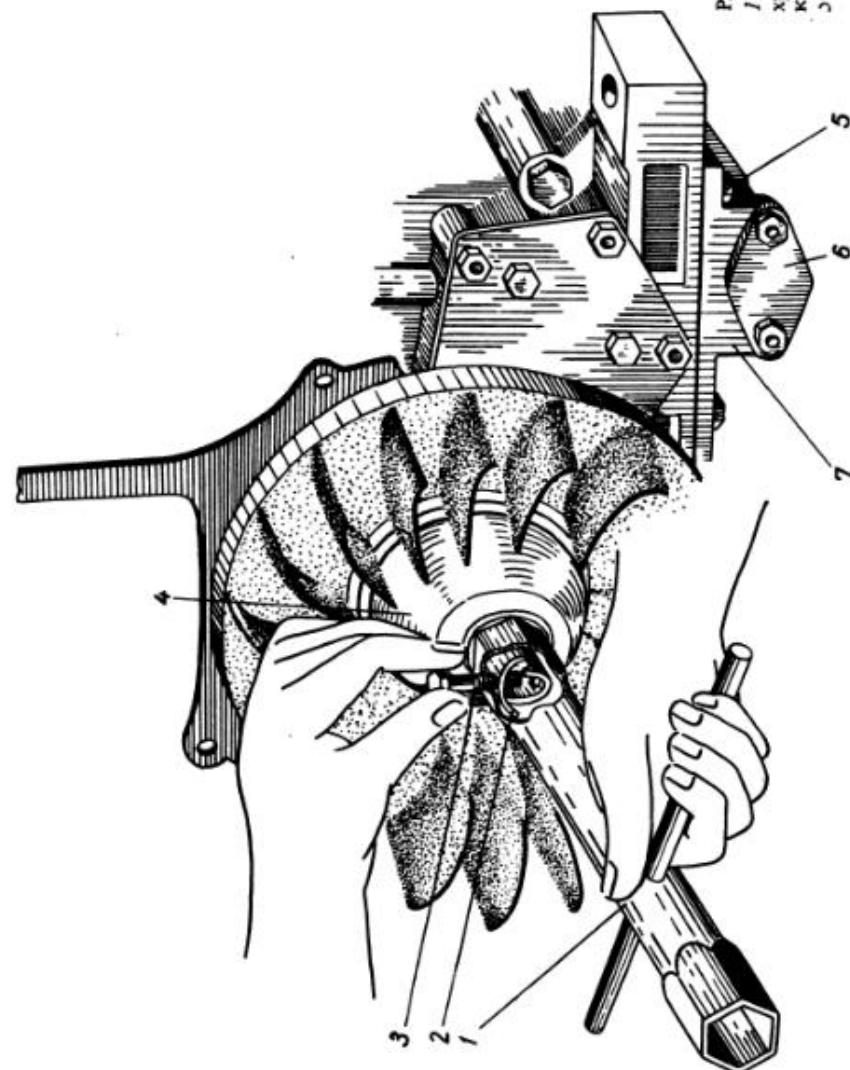

Рис. 22. Разборка двигателя:
- снять маслоприемник 6 (рис. 22) с прокладкой;
- совместить отверстие Ø 7 мм на торцовом ключе 22x27, позиция 1 (рис. 22), с отверстием на гайке-храповике 2, поставить в отверстие болт М6 и, отвернув гайку-храповик, снять крышку маслфильтра 4 с гайкой-храповиком.